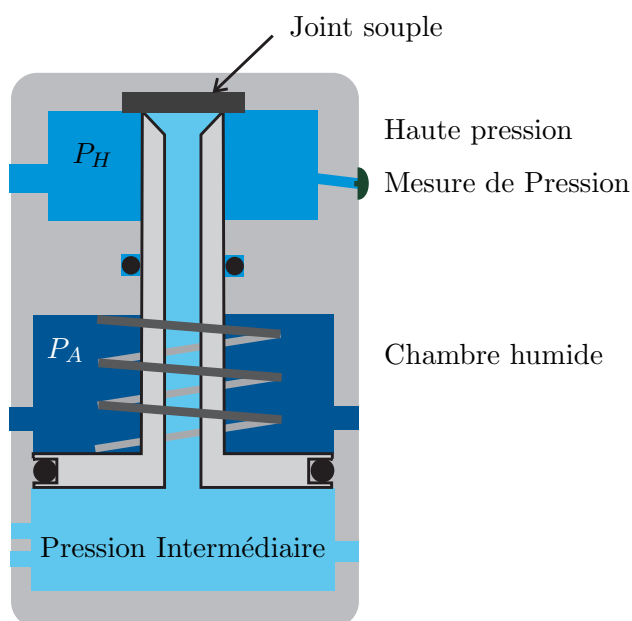
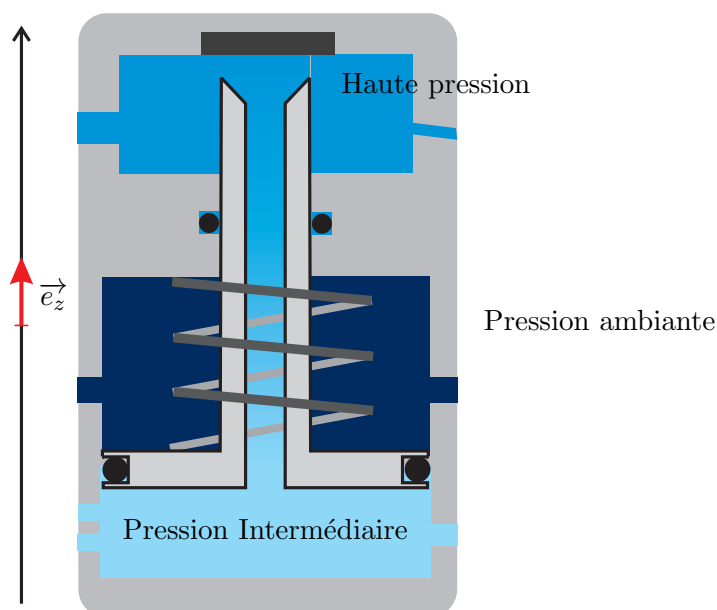
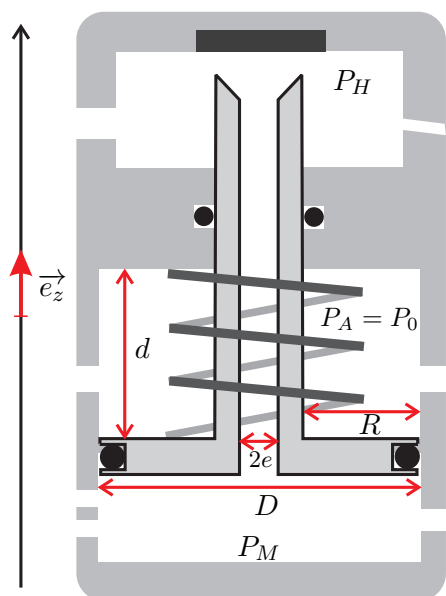

Figure 7 – Premier étage d'un détendeur
Figure 8 – Premier étage d'un détendeur - Position ouverte
Figure 9 – Premier étage d'un détendeur à l'air libre
Ce détendeur représenté figure 7 est composé d'une chambre humide remplie d'eau. Dans cette chambre, règne la pression ambiante P_A . Cette chambre est séparée du compartiment à la pression intermédiaire par un piston mobile de section S . Nous allons, dans la suite, négliger le poids de ce piston mobile et supposer qu'il isole parfaitement l'air contenu dans le compartiment moyenne pression de la chambre humide. Au-dessus, nous avons le compartiment haute pression.
Suivant la position du piston, l'air peut circuler ou non du compartiment haute pression vers le compartiment pression intermédiaire. La figure 7 représente le détendeur à l'équilibre : le piston est en position haute et l'air ne circule pas. Sur la figure 8, le détendeur est représenté en position ouverte. L'air à haute pression passe alors du compartiment haute pression au compartiment à la pression intermédiaire.
Lorsque cet étage est placé à l'air libre et que toutes les pressions (P_A , P_H et P_M) sont égales à la pression atmosphérique P_0 , le clapet reste ouvert (voir figure 9). La chambre humide est à symétrie cylindrique et est caractérisée par sa couronne d'épaisseur R , et sa hauteur d . On travaille dans une base cartésienne où l'axe vertical est ascendant et est représenté par son vecteur unitaire \vec{e}_z (voir figure 8).
17. Lorsque le clapet est fermé, le joint souple interdit une circulation d'air du compartiment haute pression à l'étage intermédiaire (voir figure 7). Le piston est alors soumis à une force supplémentaire notée \vec{R} représentant l'action du joint sur le piston et dirigée vers le bas. Lorsque le clapet est fermé, cette force est non nulle. Montrer que lorsque le clapet est fermé, la pression intermédiaire vérifie la relation suivante :